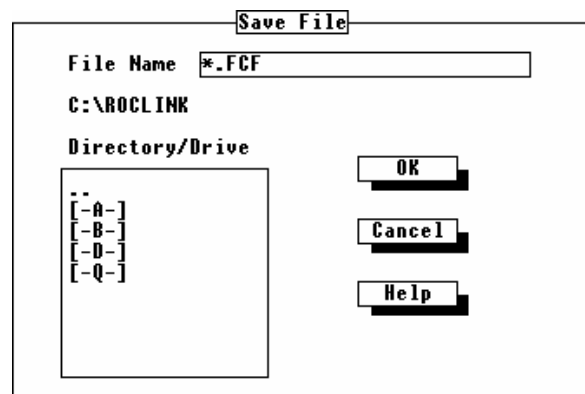

Figura 2-23. Diálogo de Gravação do Arquivo
Pressione **Create File** para continuar, ou pressione **Cancel** para retornar. Se você escolher continuar, uma nova caixa de diálogo aparece para inserir o novo nome do arquivo de configuração. Refira-se à Figura 2-23.
1. Selecione **ROC Config. to Disk**. A caixa de diálogo Save File aparece. Veja a Figura 2-23.